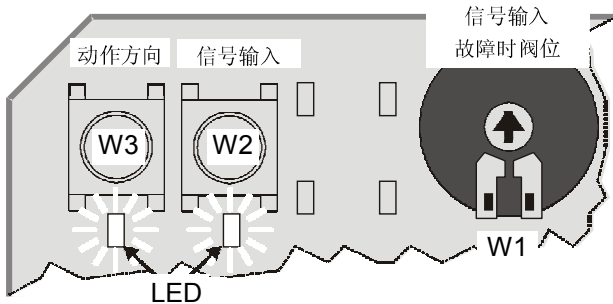

图1. 按钮和电位计
① 出厂设置。可以通过PCB上的按钮W3实现反向动作 (见图1)。
同时按住W2和W3>2秒(见图1)，两个指示灯开始闪烁，此时进入自适应过程。
模拟输入信号Y可通过位于PCB右侧按钮W2进行选择(见图1)。当对应LED灯亮时,输入型号为0...10 Vdc(出厂设置);当对应LED灯暗时,输入型号为2...10 Vdc。
使用电位计W1可选择当输入信号故障时,执行器的阀门连接件位置(见图1)。出厂设置为输入信号故障时,连接件将位于全行程的中间位置(50%)。
执行器的动作方向可通过位于PCB左侧按钮W3进行选择(见图1)。当对应LED灯亮时,输入0(2) Vdc控制信号则阀门连接件位于执行器最顶端(出厂设置);当对应LED灯暗时,输入0(2) Vdc控制信号则阀门连接件位于执行器最底端。